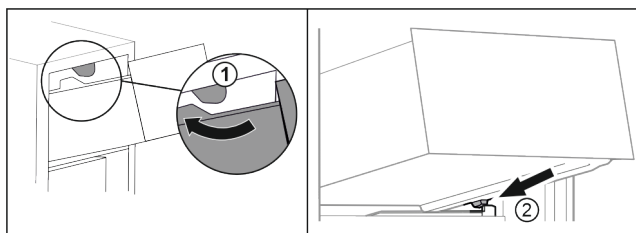

Fig. 61
- ▶ Guider le tiroir en contournant les butées supérieures. Fig. 61 (1)
- ▶ Placer le tiroir, en l'inclinant, derrière les butées inférieures sur la nervure de récipient. Fig. 61 (2)